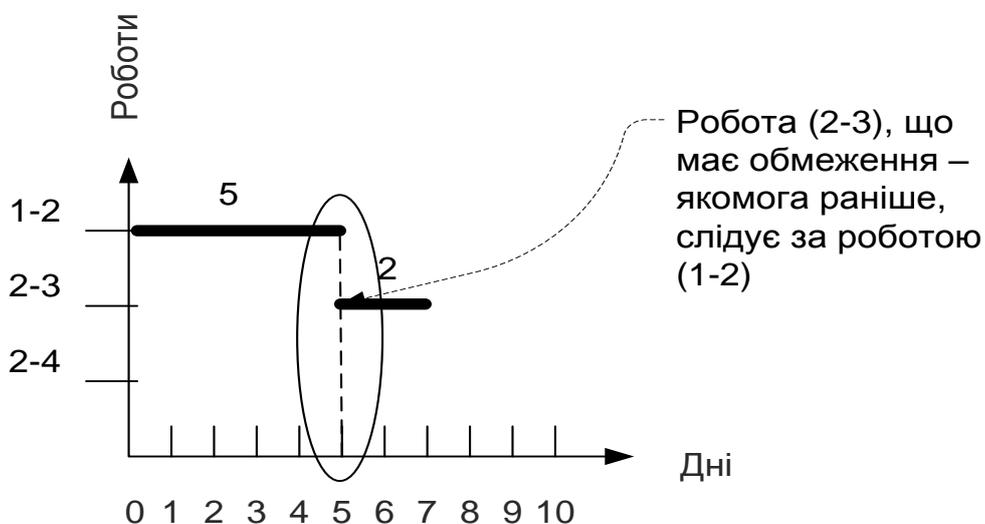

Рис. 1.28. Робота з обмеженням «якомога раніше»
3. Початок роботи, яка починається як можна раніше, співпадає із закінченням попередньої роботи. Наприклад, робота (2-3) починається якомога раніше. Попередня нею робота 1-2 закінчується на 5 день, тому початком роботи (2-3) буде 5 день (рис. 1.28).